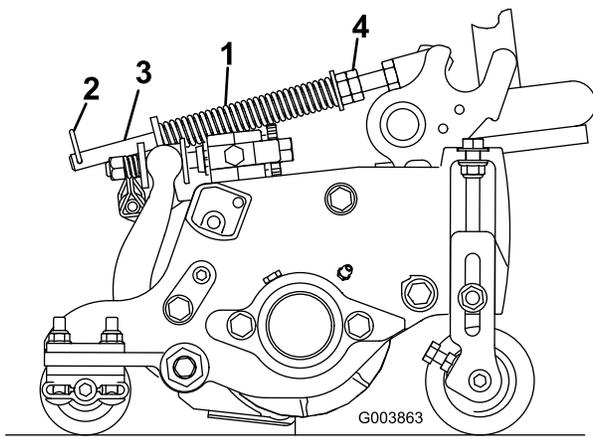

Рисунок 14
Пружина компенсации состояния грунта (Рисунок 14) переносит вес с переднего на задний каток. Это препятствует образованию на грунте волнообразных неровностей (так называемых «волн» или «трясок»).
1. Убедитесь, что игольчатый шплинт вставлен в заднее отверстие штока пружины (Рисунок 14).
2. Затяните шестигранные гайки на переднем конце штока пружины так, чтобы длина сжатой пружины была равна 15,9 см (Рисунок 14).